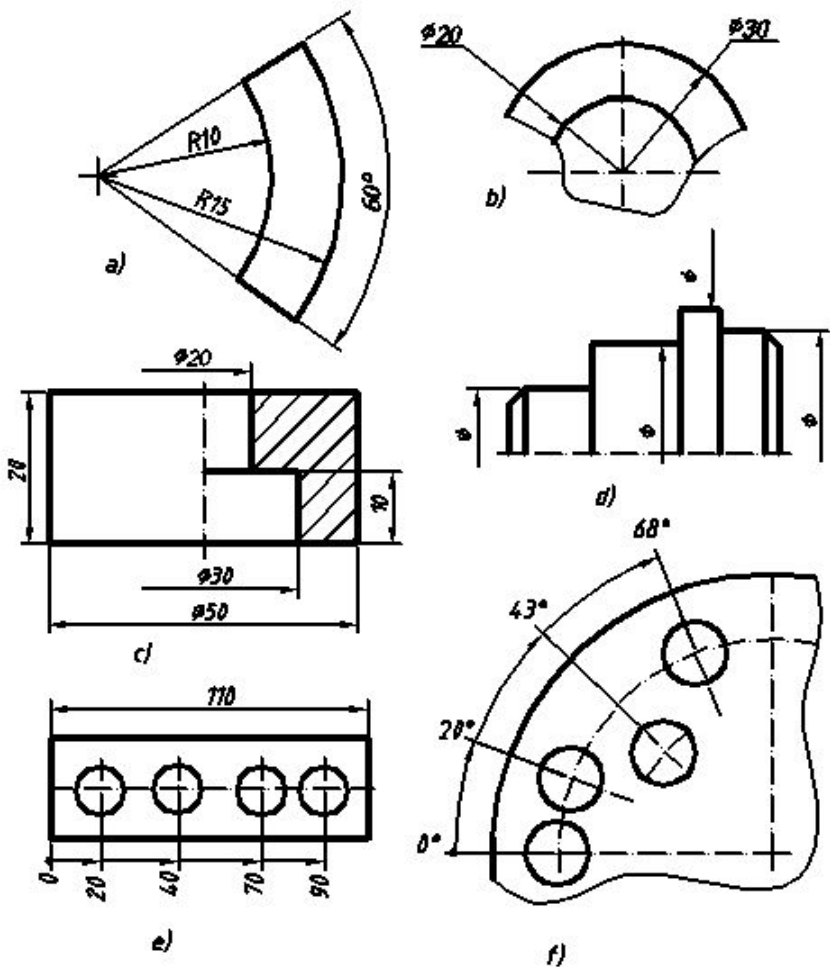

Fig. 2.8
- razelor arcelor de arc (fig. 2.8, a);
- diametrelor arcelor care nu sunt reprezentate complet (fig. 2.8, b);
- elementelor simetrice reprezentate prin jumătate vedere – jumătate secțiune (fig. 2.8, c) sau simplificate (reprezentare numai jumătate (fig. 2.8, d);
- la cotarea față de un punct de origine (fig. 2.8, e, f).